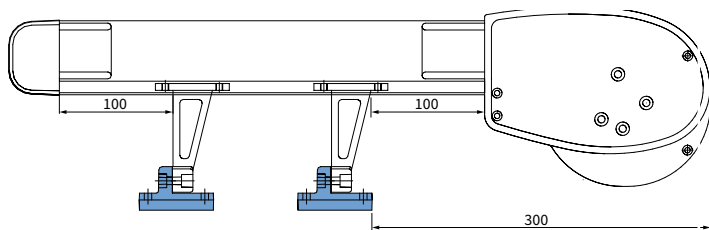

Abb. 4 Seitenansicht, Anbringung der Füße
- Montieren Sie die Füße am Veranda-Dach. Die Füße müssen genau in die Mitte der Führungsschienen montiert werden. Wir empfehlen, die oberen ca. 100 mm von der Kassette entfernt und unten ca. 100 mm von der Unterseite des Profils entfernt zu montieren. **(Siehe Abbildung 4 und 5)**